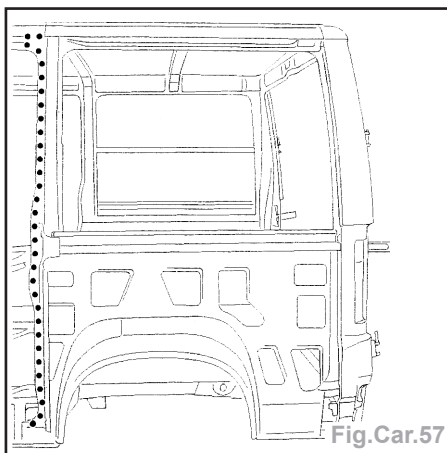

Fig.Car.57
- Poser le montant intermédiaire, souder par points bouchon MAG et par points électriques (Fig.Car.57).